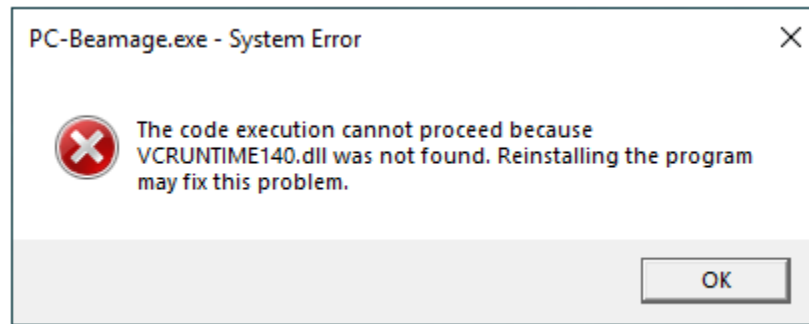

Figure 7-2 VCRUNTIME140.dll Manquant
- 1) **Lors de la tentative d'installation de PC-Beamage, il est possible que l'installation de Microsoft Visual C++ 2015-2019 Redistributable (x86) soit requise. *Beamage Installer* (installateur Beamage) fera cette installation pour vous, mais si cela n'est pas possible, un message d'erreur sera affiché au démarrage de PC-Beamage, voir Figure 7-2.**